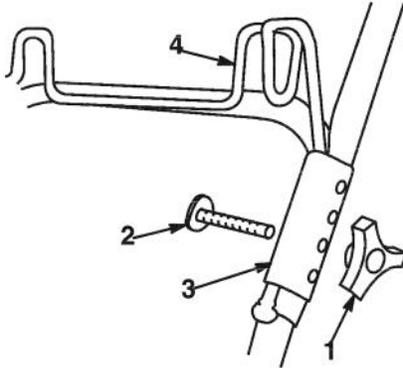

Figure 43
1. Retirer le sac du porte-sac. Retirer le(s) bouton(s) et le(s) boulon(s) fixant les brides du porte-sac au guidon (Fig. 43). Les brides du porte-sac sont dotées de quatre trous pour le réglage.